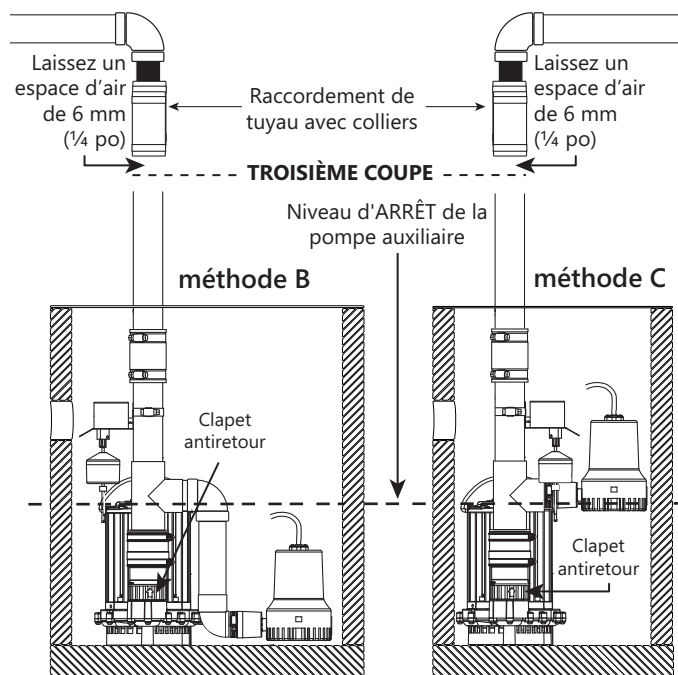

Figure 7. Retirer le tuyau d'évacuation excédentaire
- Procédez à la troisième coupe comme indiqué à la Figure 7.